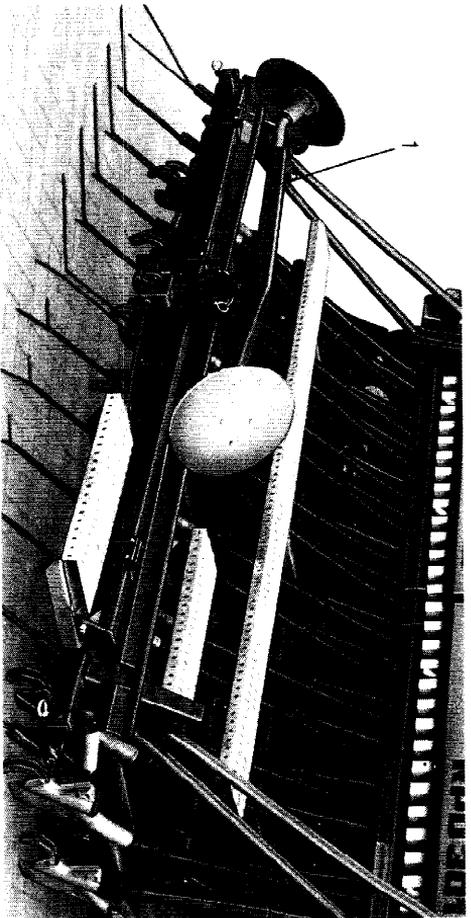

Fig. 98
Le jalonneur de pré-levée est alors complètement relevé et le bras support des disques traceurs (fig. 98/1) est positionné transversalement au-dessus du recouvreur FlexiDoigts.
**Pour le transport sur voies publiques,** démonter le support des traceurs (fig. 98/1) avec les disques traceurs.